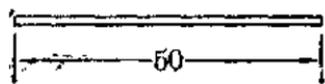
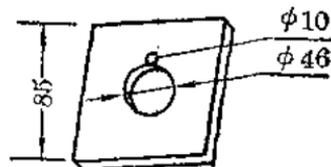

图 4
图 5
3. 标杆和镜筒框板 因通过目镜寻找被观察物比较困难，所以要做一根标杆筒(图 4)，紧贴在物镜筒上。帮助将物镜瞄准被观察物。另外再在一块  $85 \times 85 \times 20$  (毫米)3 木板中心，挖一个  $\phi 46$  毫米圆孔，再在任一条中心线上挖一个  $\phi$  为 10 毫米的外切圆孔(图 5)，然后把物镜筒和标杆插入大小孔内，再把物镜筒与目镜筒相向地互相套上，望远镜就做成了